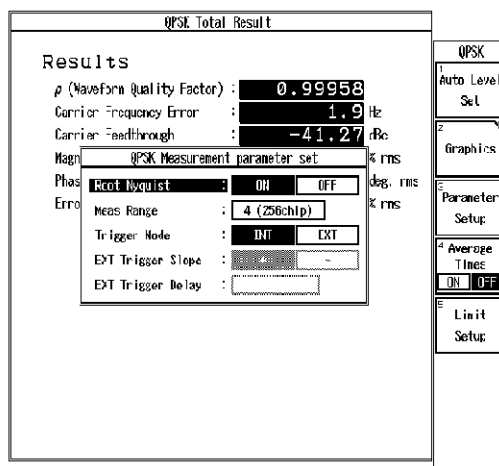

図 6-16 パラメータ設定（簡易チェック）
3. R3267/73 を CF:2GHz、RF 入力、QPSK 測定に設定し、パラメータを図 6-16 に設定し、**DC CAL**、**AUTO LEVEL** を実行します。